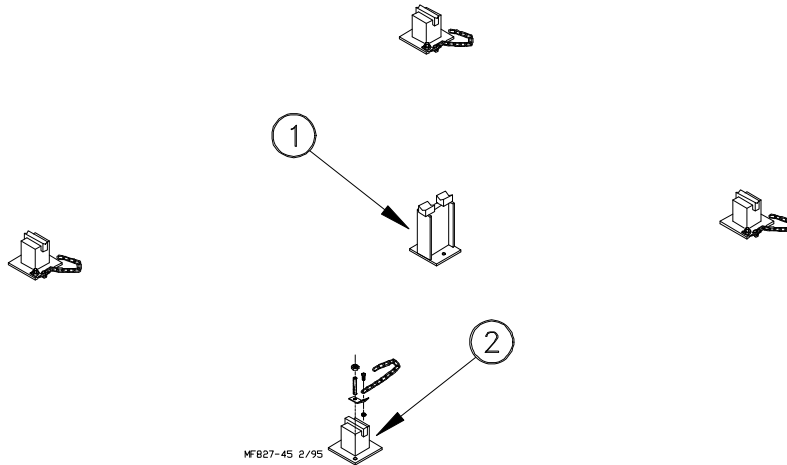

Figura 49. Ubicación de los soportes de la balanza
- Colocar los cuatro soportes inferiores principales y el soporte transversal sobre los agujeros perforados en la fundación. Ver la Figura 49 para la colocación aproximada. Instalar los pernos de anclaje y los conjuntos de cadenas de seguridad, pero no apretar los anclajes hasta que los brazos de la balanza estén en posición.